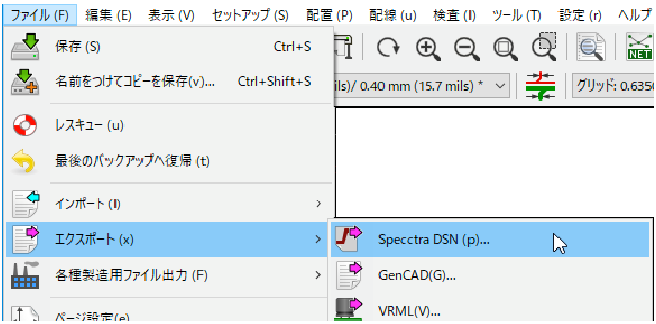
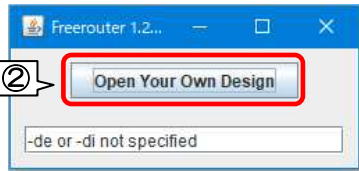

図 A-5
図 A-6
- ① KiCad：「ファイル」→「エクスポート」→「Specctra DSN」 でエクスポートします。図 A-5
- ② 「freeroute.jar」ファイルをダブルクリックして手動で起動します。
- ③ Freeroute：[Open Your Own Design]をクリックして DSN ファイルを読み込みます。図 A-6